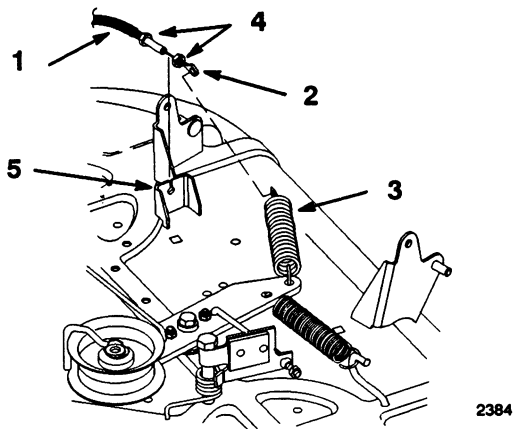

Fig. 45
10. Ta av den første mutteren og før den andre mutteren helt inn på kabelen. Før kabelen gjennom slissen i paddebraketten og sett den første mutteren på kabelen (fig. 45).
11. Huk enden av kabelen inn på tomgangsfjæren (fig. 45).